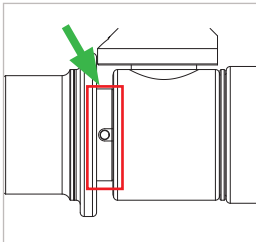

Abbildung 8
- ▶ Schalten Sie den Betätigungshebel (Pos. 3) um 90° von OFF in Richtung ON. Geben Sie einen Sprühstoß auf den gekennzeichneten Bereich (*Abbildung 8*).